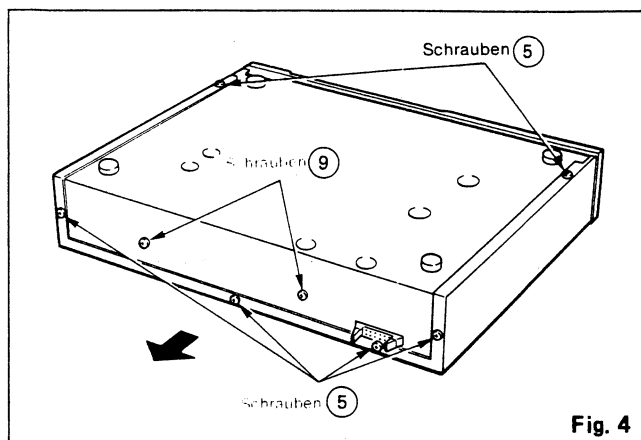

Fig. 4
- 1) Schrauben Sie die sechs Befestigungsschrauben 5 heraus (siehe Abb. 4)
- 1) Lösen Sie die zwei Schrauben 9 (siehe Abb. 4).